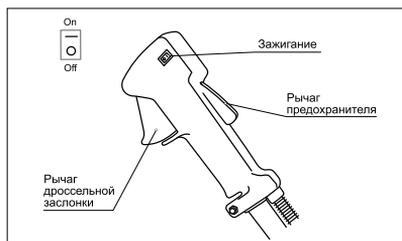

рис. 11
5. Переведите выключатель зажигания, расположенный на рукоятке управления, в положение ON/1. Нажав рычаг предохранителя, нажмите рычаг дроссельной заслонки (рычаг газа) и зафиксируйте его в нажатом состоянии с помощью фиксатора (рис. 11).
1. Включите зажигание выключателем, расположенным на управляющей рукоятке (рис. 11).
2. Нажав рычаг предохранителя, нажмите рычаг дроссельной заслонки (рычаг газа) и зафиксируйте его в нажатом состоянии с помощью фиксатора (рис. 11).